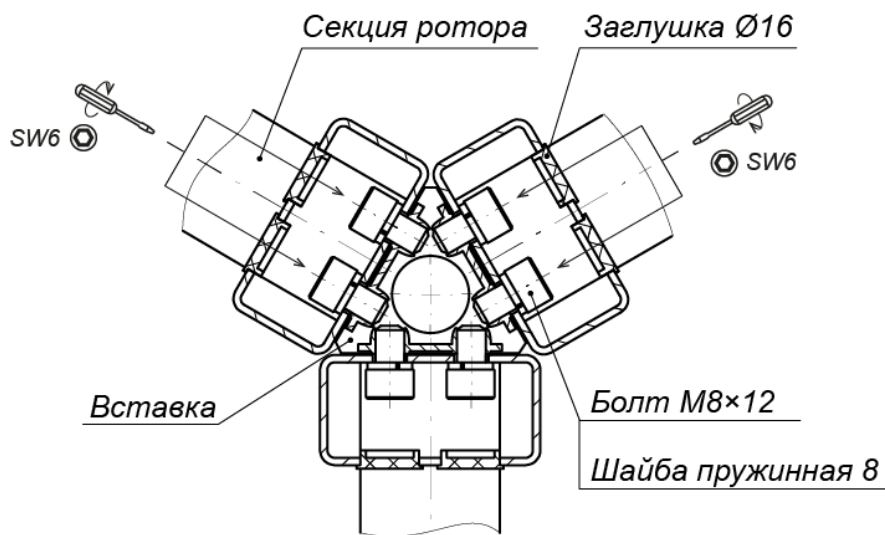

**Рисунок 19. Схема соединения секций ротора (1)**
- Соедините верхний вал ротора с валом привода исполнительного механизма двумя полумуфтами и четырьмя болтами М8×30 с пружинными шайбами (ключ SW6) (см. рис. 19). Будьте осторожны, полумуфты имеют большой вес, не допускайте их падения во избежание травм!
2. Снимите полумуфты (см. рис. 19), отвернув 4 болта М8 муфтового соединения (4). Будьте осторожны! Удерживайте ротор и полумуфты от падения.